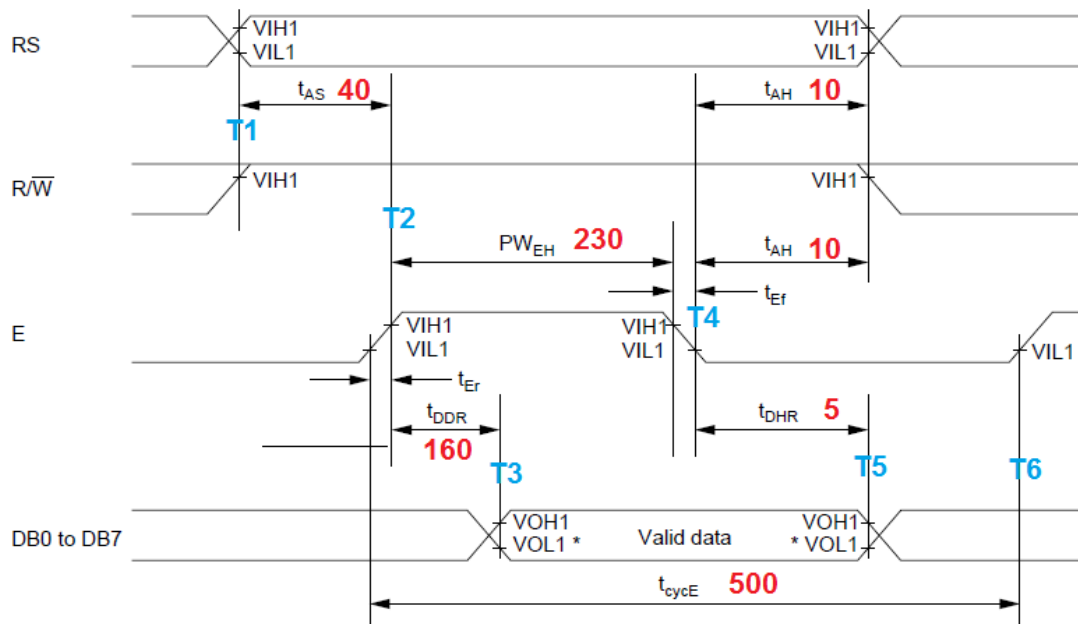

figura 3
Modul în care schema din figura 2 și diagrama de timp din figura 3 este folosită pentru a scrie codul funcției **rd\_LCDreg** este detaliat în continuare. Codul care alcătuiește funcția **este scris cu verde**; restul sunt explicații, comentarii și exemple. Nu le adăugați! **Citiți cu atenție** explicațiile următoare deoarece funcția de scriere registru o veți scrie voi fără indicații!
6. În acest moment suntem la momentul **T1** în diagrama din figura 3. Următoarea acțiune este activarea semnalului E (Enable). Din figură se observă ca între T1 și activarea lui E la **T2** trebuie să treacă cel puțin 40 ns. Deci trebuie să așteptăm 40 ns.
7. În acest moment suntem în diagrama din figura 3 la momentul **T2**. Acum activăm pe E:
10. După ce am citit datele inactivăm pe E. Deoarece am așteptat 5 **nop**-uri =  $125 \times 5 = 625$  ns am respectat și timpul cât E trebuie să fie ,1' ( $PW_{EH}$  în figura 3) :